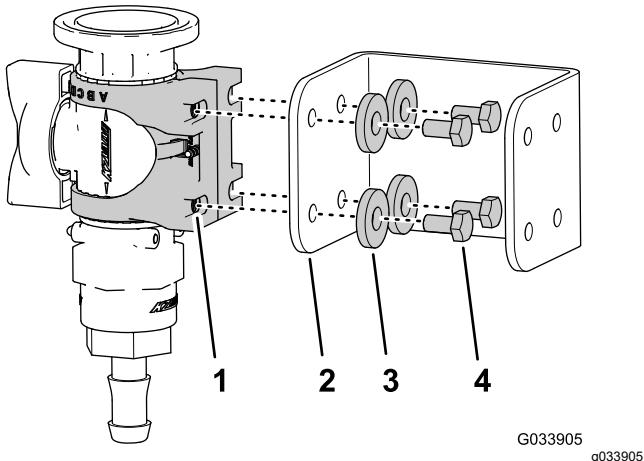

Figura 28
3. Monte el soporte de la válvula en la escuadra de la válvula de control (Figura 28) usando los 4 pernos (6 x 12 mm) y 4 arandelas planas; apriete los pernos a 10–12 N·m.